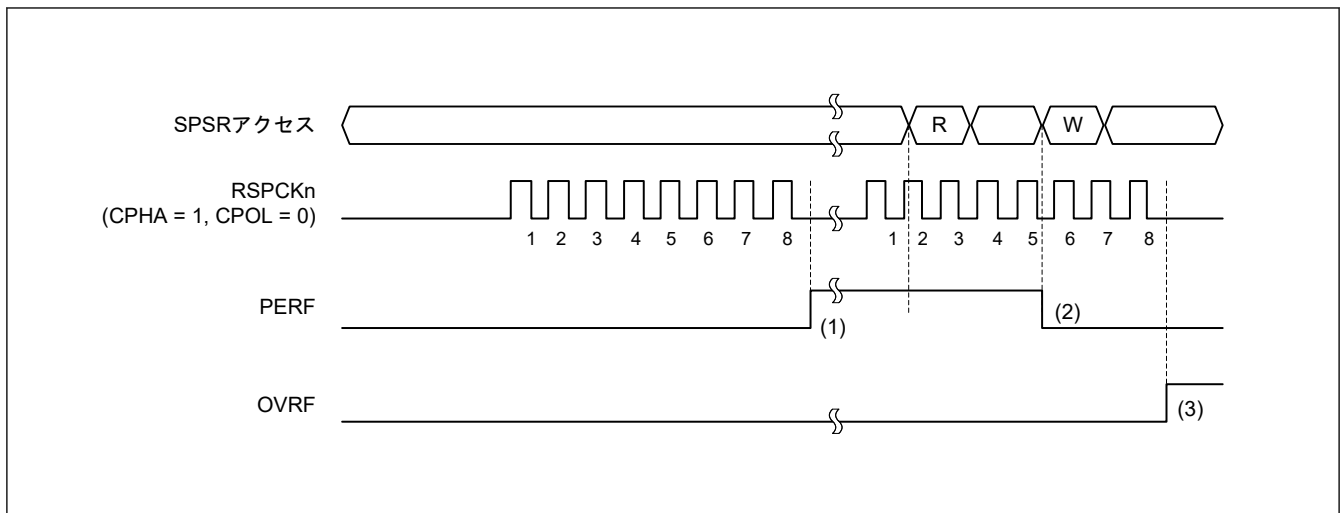

図 28.31 OVRF フラグおよび PERF フラグの動作例
図 28.31 に OVRF フラグと PERF フラグの動作例を示します。図 28.31 に記載の SPSR アクセスは、SPSR レジスタへのアクセス条件を示します。W は書き込みサイクル、R は読み出しサイクルを示します。この例では、SPCR2.SPPE ビットが 1 の状態で全二重シリアル通信を行います。SPCMD0.CPHA ビットが 1、かつ SPCMD0.CPOL ビットが 0 の設定で、SPI は 8 ビットのシリアル転送を実行します。RSPCK_n 波形の下に記載した数字は RSPCK サイクル数 (= 転送ビット数) を示しています。
以下に、図 28.31 の (1) ~ (3) に示したタイミングでのフラグの動作内容を説明します。